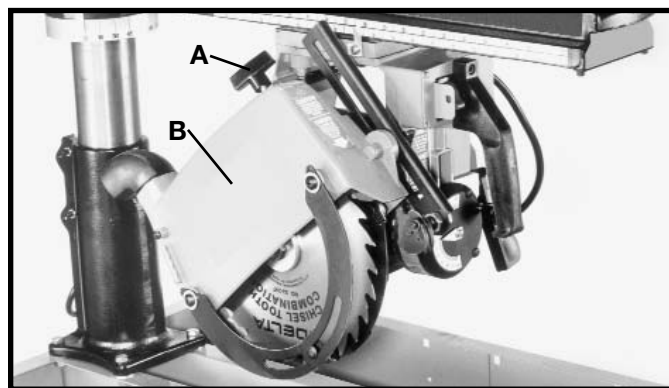

Fig. 11
2. Afloje la perilla de abrazadera del protector de hoja (A) Fig. 11, y gire el protector de hoja (B) a la posición ilustrada.